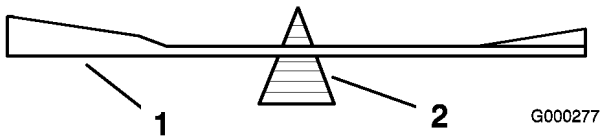
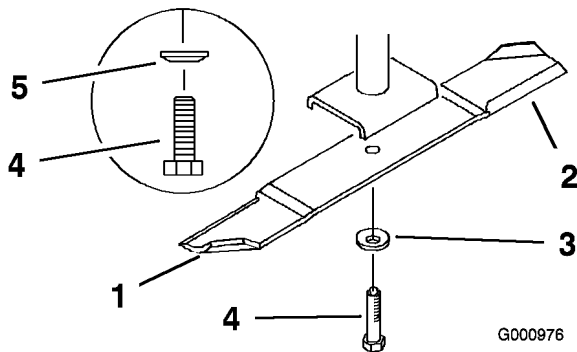

Figure 67
Figure 68
2. Retirez de l'axe le boulon, la rondelle élastique et la lame (Figure 68).
2. Vérifiez l'équilibre de la lame en la plaçant sur un équilibreur (Figure 67). Si la lame reste horizontale, elle est équilibrée et peut être utilisée. Si la lame est déséquilibrée, limez un peu l'extrémité de la partie incurvée seulement (Figure 68). Répétez la procédure jusqu'à ce que la lame soit équilibrée.
- Placez la lame sur l'axe (Figure 68).
- Installez la rondelle élastique et le boulon de la lame. Le cône de la rondelle élastique doit être dirigé vers la tête du boulon (Figure 68). Serrez le boulon à 115-150 Nm (85-110 pi-lb).